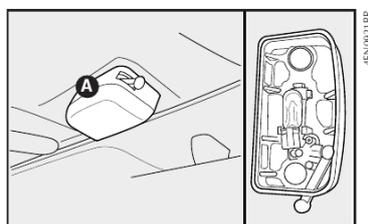

fig. 24
### CONJUNTO DA LUZ INTERNA - fig. 24
- Com uma chave de fenda no ponto **A-fig. 24**, remover o refletor do conjunto da luz interna montado a pressão.